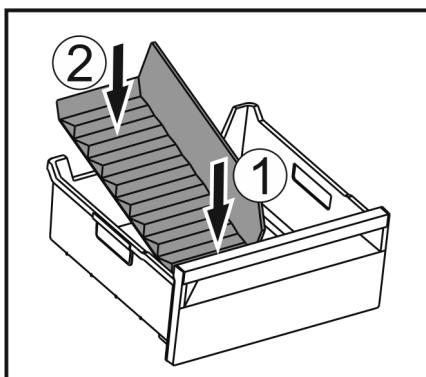

Fig. 176
- Поставете предната част на разделителя на отделението за лед. Fig. 176 (1)
- Спуснете задната част на разделителя на отделението за лед до дъното на чекмеджето. Fig. 176 (2)